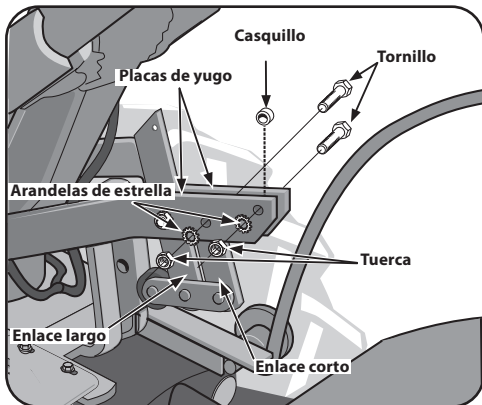

Figura 3-6
3. Extraiga ambos conjuntos de tuercas, arandelas de estrella, tornillos y un buje de las placas de yugo. Consulte la Figura 3-6. Hay un buje dentro del enlace corto. Tenga cuidado de no perderlo al extraer el tornillo.